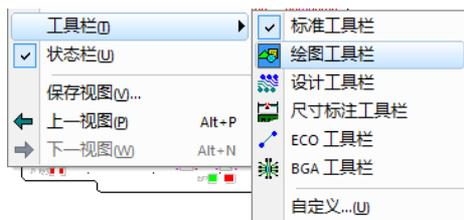

图 6-31 “工具栏”命令的子菜单
(1) 工具栏 工具栏中的图标按钮与该命令的菜单对应,如图 6-31 所示。单击工具栏中的图标按钮与单击“工具栏”命令的子菜单中的相应命令均可实现工具切换。例如,选择“绘图工具栏”命令或者单击工具栏中的相应图标按钮,则在工具栏下方可以开关绘图工具栏的显示。在“工具栏”命令的子菜单中再次选择“绘图工具栏”命令,或在工具栏中再次单击相应的图标按钮,则相应工具箱消失。